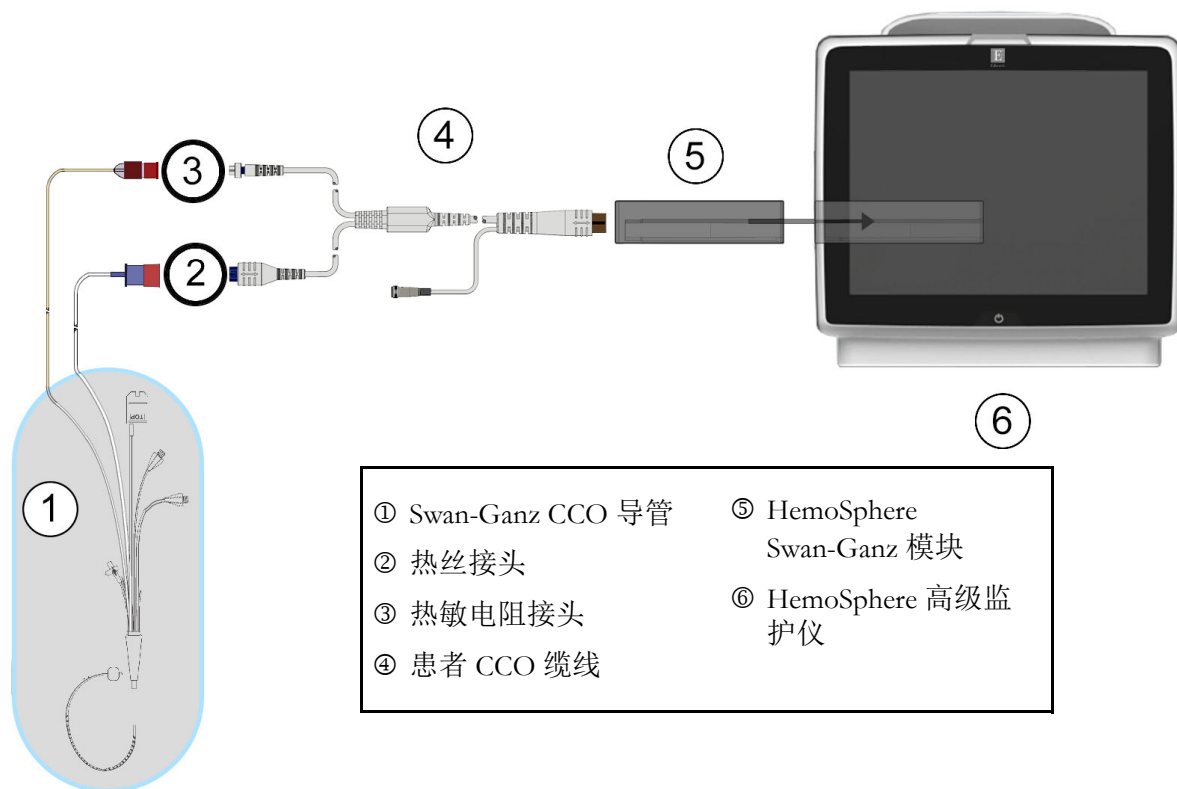

图 9-4 CO 连接概览
- 2 将患者缆线的导管端连接到 Swan-Ganz CCO 导管的热敏电阻和热丝接头上。在第 128 页图 9-4 中，这些接头以数字 ② 和 ③ 标出。